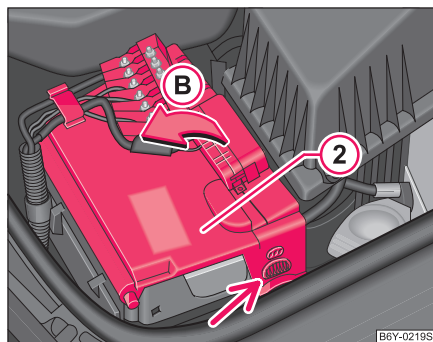

Fig. 132 Bateria: Rabatarea capacului
- Trageți butoanele de fixare de pe lateralele capacului ② și rabatați capacul bateriei în direcția săgeții ③ ⇒ Fig. 132.